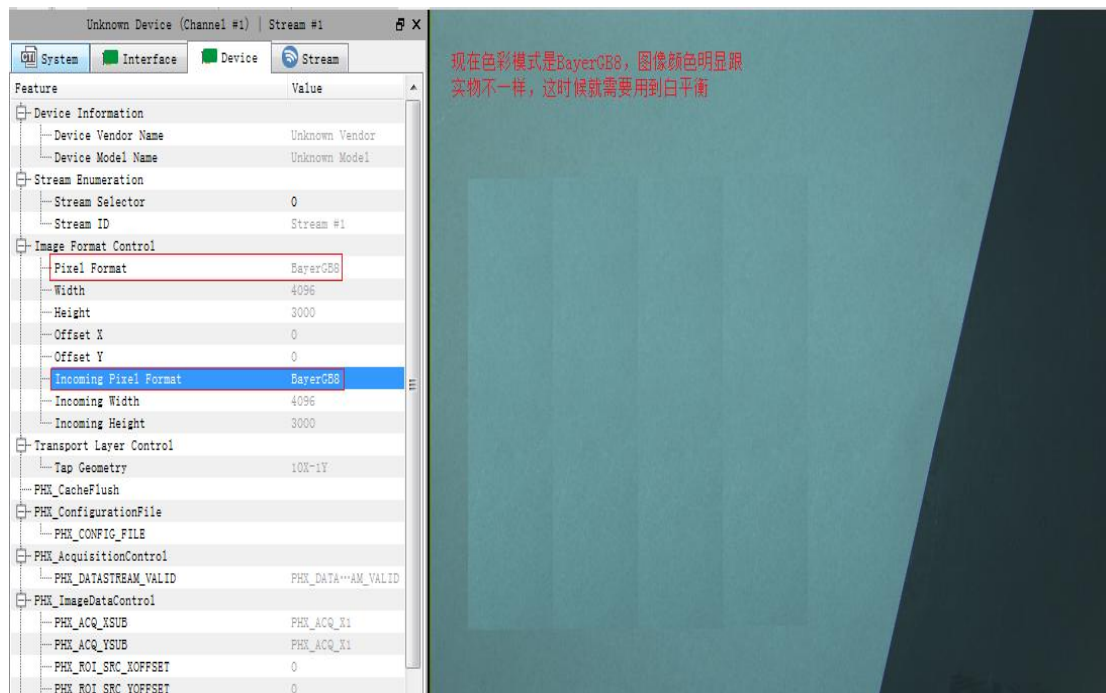

图 1-39
②如图 1-39，是色彩模式 Bayer 下的图像：现在色彩模式是 Bayer，图像颜色明显跟实物不一样这时候需要用到白平衡。